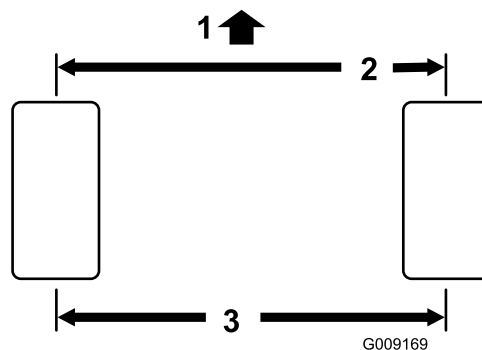

Figura 58
2. Misurate l'interasse (all'altezza dell'assale) sulla parte anteriore e posteriore dei pneumatici di sterzo (Figura 58).